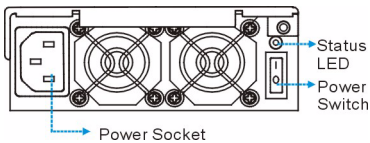
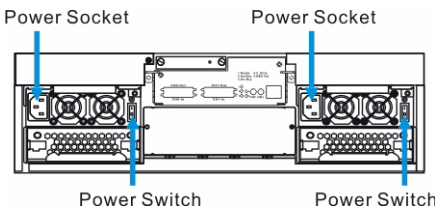

图 7.1 控制器模块 DVA-08E
图 7.2 控制器模块 DVA-08K / DVA-16K
1. 将随附的电源线连接至系统后部的电源插座（参见图 7.1 和图 7.2）。对于 DVA-08E，需要一 (1) 根电源线；对于 DVA-08K 和 DVA-16 K，则需要两 (2) 根电源线。
4. 通过打开电源模块后面板上的两个电源开关，打开子系统的电源。有关电源开关的位置，请参见图 7.1 和图 7.2。